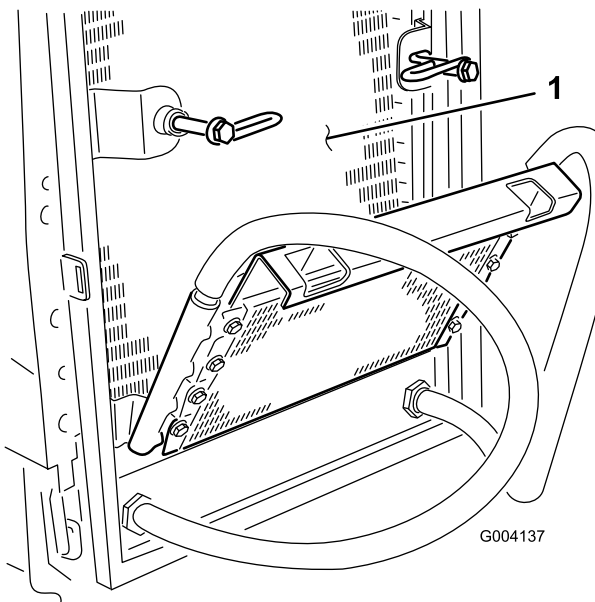

図 51
6. オイルクーラとラジエターの裏表を（図 51）圧縮空気で丁寧に清掃する。